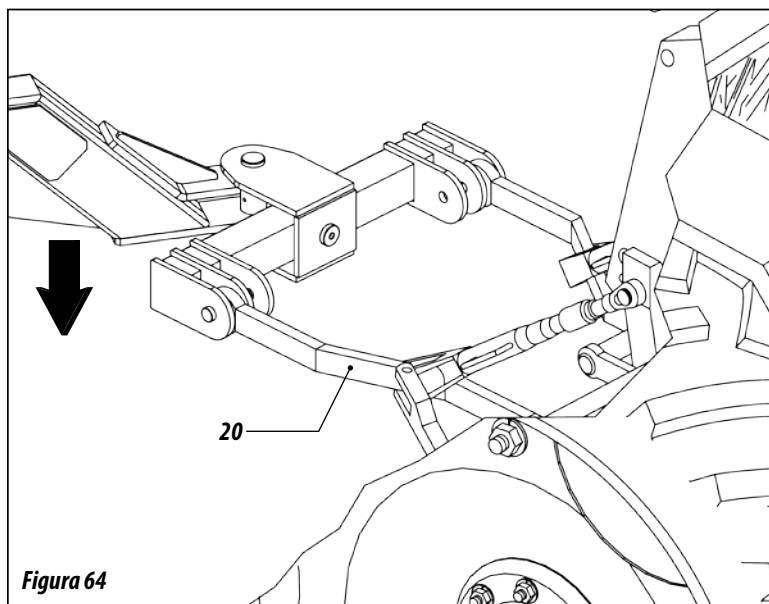

Figura 64
- 12 - Baje los brazos del gato del tractor (20). FIGURA 64.